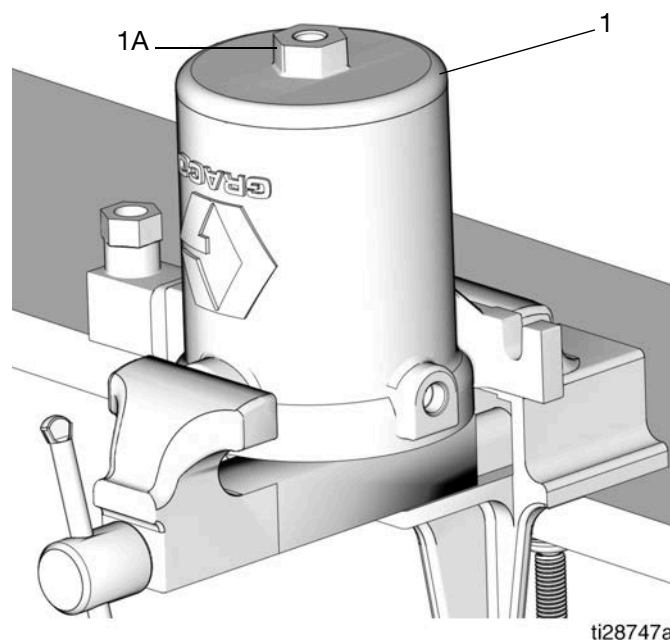
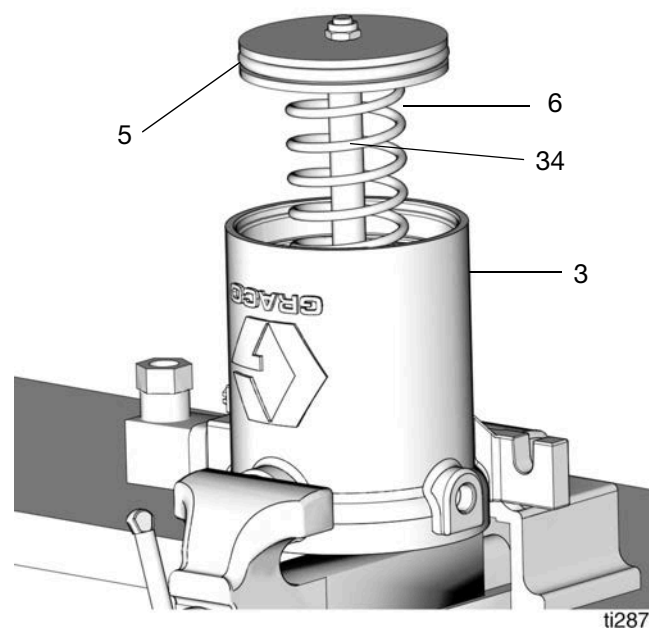

ABB. 19
ABB. 20
16. Die Kolbenbaugruppe (33) auf Kratzer und andere Anzeichen von Verschleiß und Beschädigung untersuchen. Falls die Pumpenkolbenbaugruppe (33) beschädigt ist, muss sie ausgetauscht werden.
17. Den Luftmotorzylinder so in den Schraubstock spannen, dass die Unterseite des Luftmotorzylinders erreicht werden kann (ABB. 19).
18. Einen Schraubenschlüssel an der Abdeckungsmutter (1a) ansetzen. Den Schlüssel im Gegenuhrzeigersinn drehen, um die Abdeckung (1) zu lösen und von der Unterseite des Luftmotorzylinders zu entfernen (ABB. 19).
**HINWEIS:** Eine Feder (6) (ABB. 20) befindet sich im Luftmotorzylinder (3) unter dem Kolben (5). Die Abdeckung (1) aufschieben, bis ein Widerstand spürbar ist, und herunterdrücken und gleichzeitig die Abdeckungsschrauben (1A) (siehe ABB. 19).
**20. Kolbenstangen-O-Ring (36) und Kolbendichtung (4)**
- a. Kolbenstange (34) und Kolben (5) und die Feder (6) vom Luftmotorzylinder (3) entfernen (siehe ABB. 20).